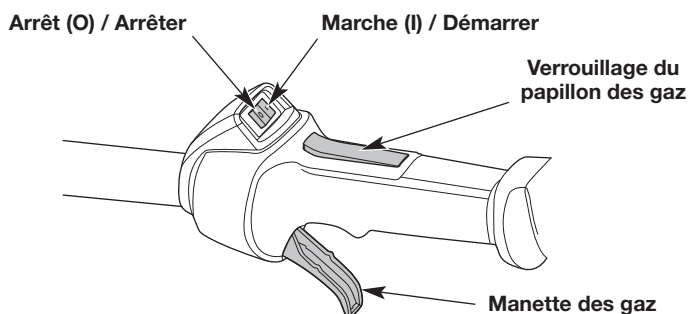
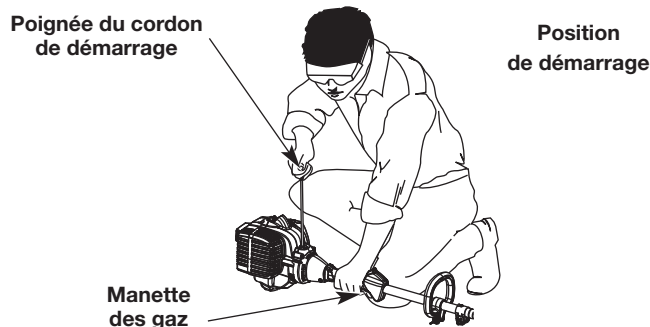

Fig. 6
Fig. 8
AVERTISSEMENT : Évitez un démarrage accidentel de l'unité. Afin d'éviter les blessures graves, l'utilisateur et l'appareil doivent se trouver en position stable lorsque le cordon de démarrage est tiré (Fig. 8).
REMARQUE : Il est inutile de mettre l'appareil en marche. La commande Marche/Arrêt est en position Marche (I) en permanence (Fig. 6).
5. Placez-vous en position de démarrage (Fig. 8).
6. Appuyer sur le verrouillage du papillon des gaz et serrer la commande des gaz (Fig. 6). Tirer à **5 reprises** sur le câble de démarreur avec un mouvement contrôlé et régulier (Fig. 8).
2. Maintenez la commande Marche/Arrêt enfoncée en position ARRÊT (O) jusqu'à ce que le moteur soit complètement arrêté (Fig. 6).